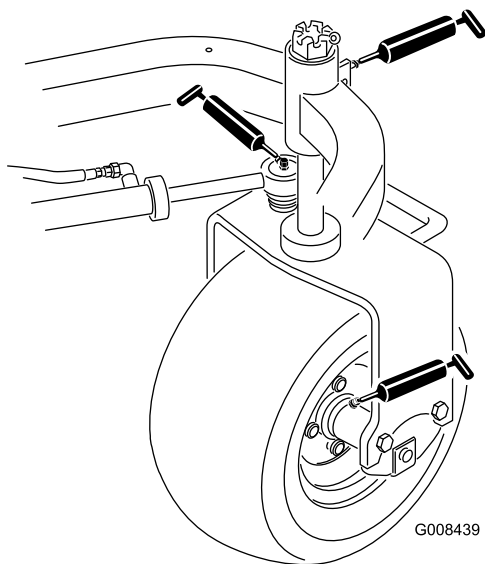

图 26
- 后轮轮毂（1 个）（图 26）
- 脚轮轴承（1 个）（图 26）
- 转向油缸（2 个）（图 26）